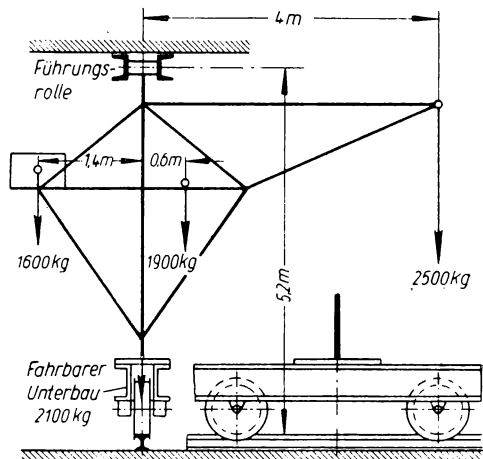

Bild 164
**298.** Ein Zweirad-Kran (Bild 164) ruht unten auf zwei Rädern, die hintereinander auf derselben Schiene laufen. Oben lehnt sich der Kran mit einer Rolle in waagerechter Richtung gegen seitliche Führungsschienen. Die Nutzlast beträgt 2500 kg in 4 m Ausladung; Gewicht des Auslegers 1900 kg; Gegengewicht 1600 kg; Gewicht des fahrbaren Unterbaus 2100 kg. Zu berechnen ist a) der waagerechte Seitendruck der oberen Führungsrolle; b) die waagerechte, senkrechte und resultierende Belastung der unteren Fahrschiene.